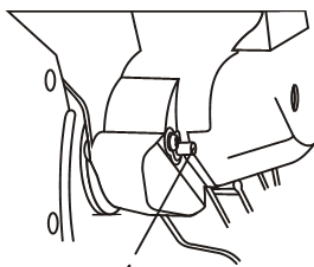

Fig. 33
4. Appuyez sur le verrou de broche (4) et faites tourner la lame avec précaution jusqu'à ce que le verrou de broche s'enclenche avec la lame et empêche la lame de tourner (Fig. 33).